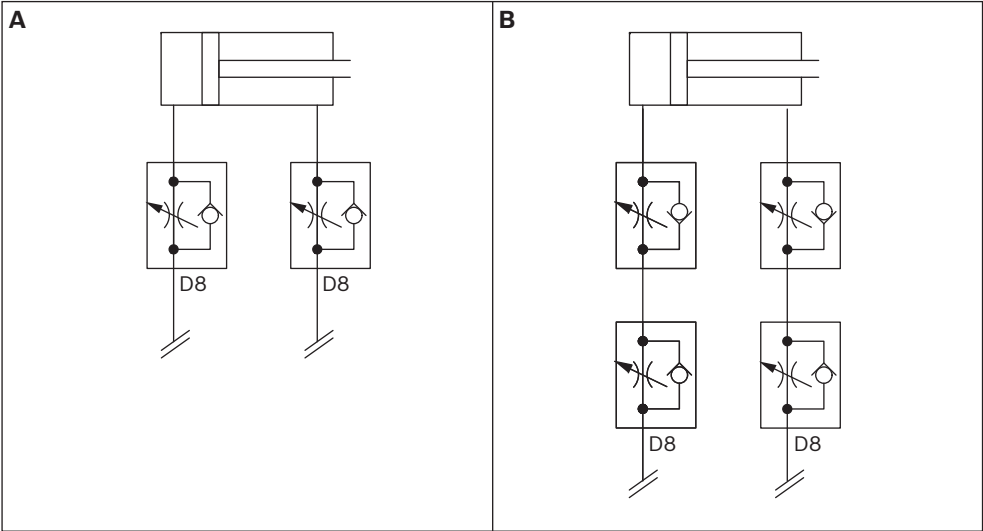

图 9: 气动图
- ▶ 通过控制供气和排气，调节升降或旋转速度 (另请见第 21 页，图 9)。